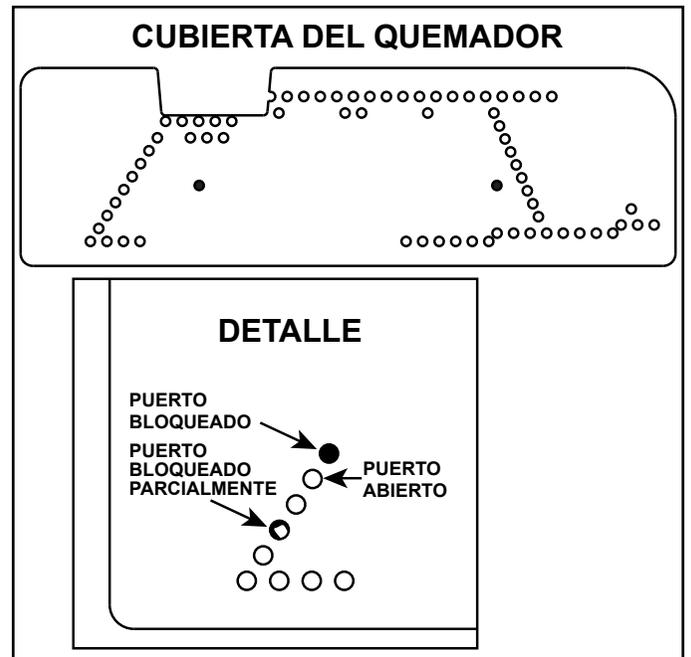

Figura 11.1 Verificación de los puertos del quemador
- Retire la cubierta del quemador del empaque. Asegúrese de que todos los puertos estén libres de obstrucciones. Consulte la Figura 11.1.